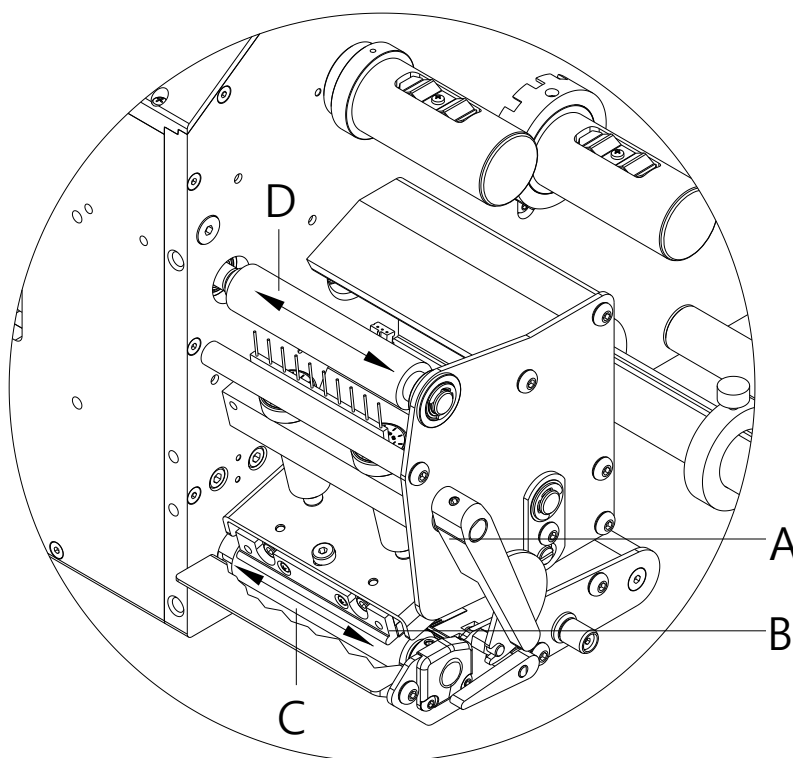

Figura 22
1. Gire la palanca (A, Figura 22) en sentido contrario a las agujas del reloj para levantar el cabezal de impresión.
6. Para cerrar el cabezal de impresión (B), gire la palanca (A, Figura 22) en el sentido de las agujas del reloj, hasta que encaje.